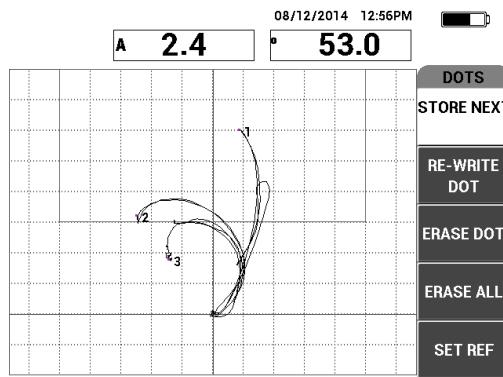

Рис. 6-50 Регистрация третьей точки
8. Медленно переместите преобразователь к третьему дефекту (отслоению) и нажмите **СОХР. СЛЕД.** (клавиша A) для регистрации третьей точки (см. Рис. 6-50 на стр. 164).